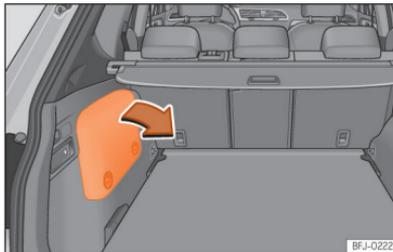

Abb. 244 Plug-in-Hybridfahrzeuge (PHEV): Einbaulage der Batterie im Kofferraum
- Die 12-Volt-Fahrzeuggelbatterie befindet sich an der linken Seite im Staufach »» » **(Abb. 244).**